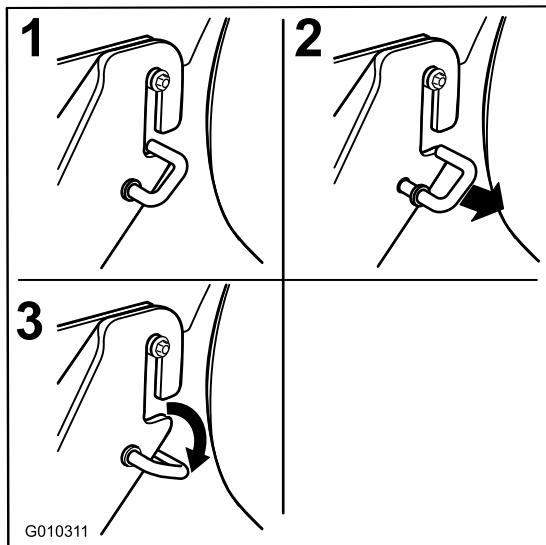

Figura 68
1. Extraiga los ganchos a resorte de las ranuras de los soportes de las pletinas de suspensión en cada lado de la plataforma (Figura 68).
6. Conecte el soporte delantero de la plataforma del cortacésped a las pletinas de suspensión delanteras y sujetelas con una arandela y un pasador de horquilla (Figura 68).